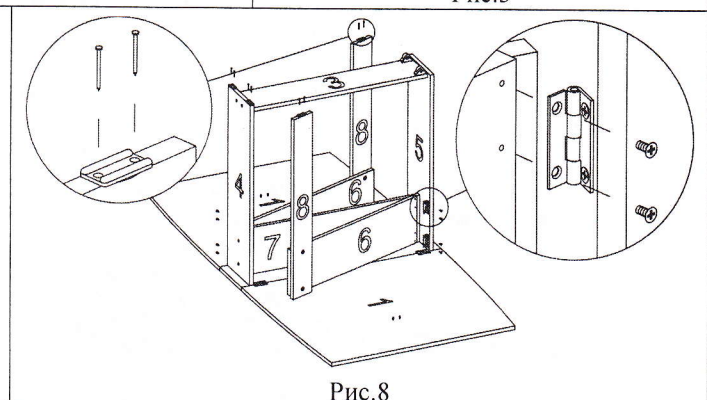

Рис. 8
8. Используя шурупы 6×13, соединить полученную конструкцию с карточными петлями, закреплёнными на деталях №4 и №5. К нижним торцам деталей №4 и №8, используя гвозди 1,6×25, прикрепить пластиковые наконечники, два к детали №4 и по одному к деталям №8 (см. рис. 8).